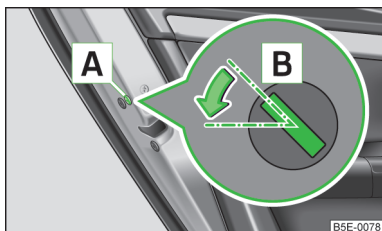

Fig. 18
- Desmontar el paramento [A] » fig. 18.